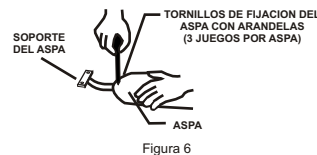

Figura 6
1. Monte las aspas sobre sus soportes metálicos utilizando los tornillos y arandelas de presión incluidos (ver figura 6), asegúrese de que todos los tornillos estén bien ajustados.